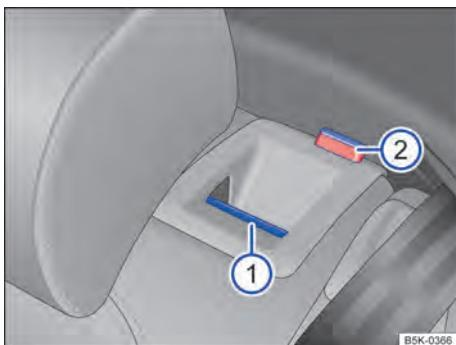

Fig. 67 No encosto do banco traseiro: botão de destravamento.
- Puxar o botão de destravamento → **Fig. 67 ①** para frente e, ao mesmo tempo, rebater o encosto do banco traseiro para frente.
- A respectiva parte de encosto do banco traseiro estará destravada quando a marcação vermelha → **Fig. 67 ②** estiver visível.
- A marcação vermelha → **Fig. 67 ②** não pode mais estar visível.